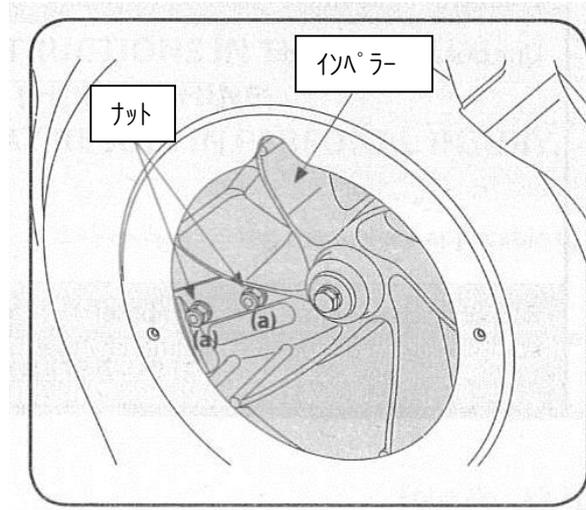

図8-13
10. フラットヘッドキャップスクリューを固定しているナット(図8-13-a)は、1/2インチのソケットを使用して下から抑えてください。